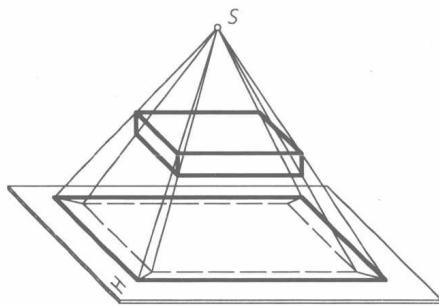

图 0-2 中心投影
(1) 中心投影法 通过来自一点的一束投射射线而得到形体投影的方法称为中心投影法,如图 0-2 所示。